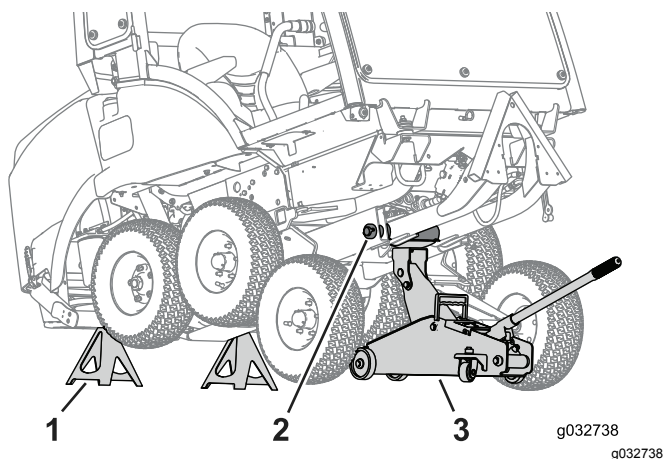

Bild 88
4. Heben Sie den Winterarm mit einem Wagenheber an (Bild 88).